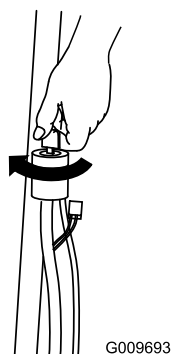
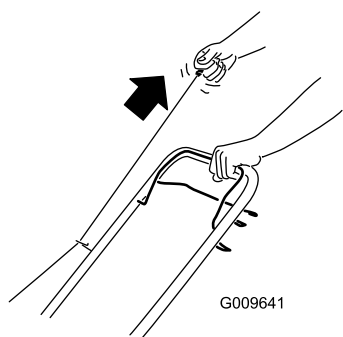

Figura 11
Figura 12
2. Girate la chiave di accensione (Figura 11) o tirate l'avviatore autoavvolgente (Figura 12).